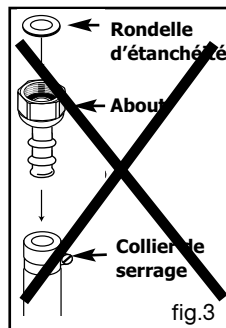

fig.3
L'appareil doit être raccordé au réseau par l'intermédiaire d'une fiche de prise de courant 2P+T normalisée CEI60083 (voir fig. 3) ou d'un interrupteur à coupure omnipolaire conforme aux règles d'installation en vigueur.
Comme indiqué fig. 3, il est interdit de raccorder un tuyau souple avec un about.
- Tracez une ligne sur la plaque d'âtre à l'aide d'un crayon de papier à l'endroit indiqué (fig. 3).
Relâchez ensuite la manette, la flamme persiste (**Fig.3**),